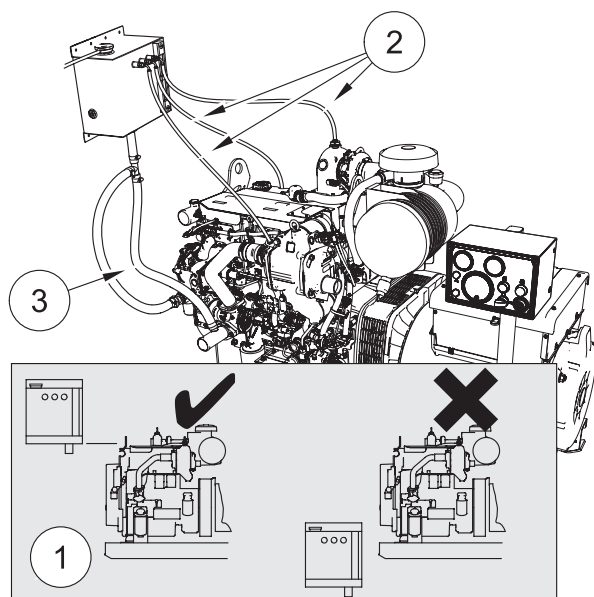

Figure 39
- 1 Positionnez le vase d'expansion à distance de manière que le fond soit à l'emplacement indiqué à la figure 39.
- 2 Reliez les flexibles de purge neufs (2) au vase et aux raccords du moteur.